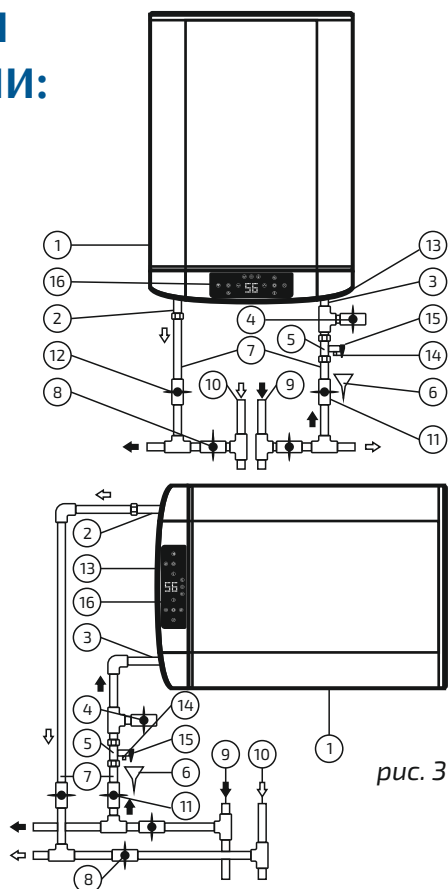

рис. 3
- В вертикальном положении в соответствии с Рис.3 с выходом патрубков снизу.
- В горизонтальном положении в соответствии с Рис.3 с выходом патрубков слева.
Примечание: для облегчения обслуживания ЭВН в процессе эксплуатации рекомендуется установка сливного вентиля (Рис. 3, п. 4) в соответствии с Рис. 3 (для моделей, не оборудованных сливным патрубком (не входит в комплект поставки ЭВН)).